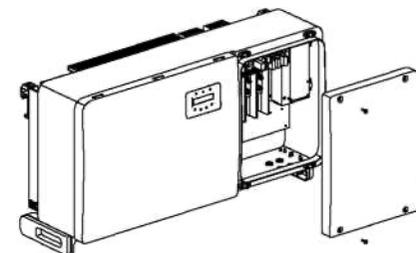

Figura 3.27 Retire la tapa de la caja de conexiones
- 4) Retire los 4 tornillos de la caja de conexiones del inversor y retire la tapa de la caja de conexiones (Figura 3.27).